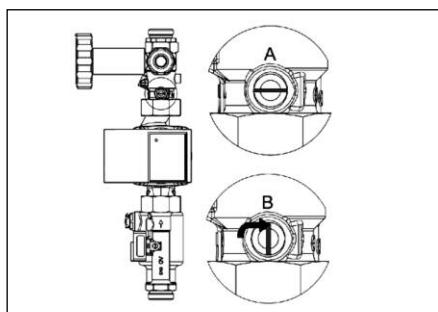

Fig. 6.13 Clapet (robinet à tournant sphérique sur le retour)
- Ouvrir le clapet ATS de la station solaire (sur le retour de la station solaire au-dessus du circulateur) en mettant la vis de réglage en position verticale (position B sur la fig. 6.13). Maintenant le clapet ATS est désactivé.